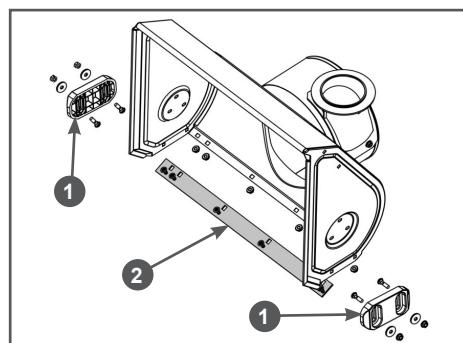

Рис. 32 Обслуживание кожуха шнеков
1. Открутите гайки крепления полозков 1 (Рис. 32) и снимите полозки с кожуха шнеков.
2. Установите новые полозки и закрепите их четырьмя болтами и гайками (Рис. 32). Перед окончательной затяжкой гаек отрегулируйте высоту збора снега.
Для наглядности на Рис. 32 кожух шнеков показан без шнеков, редуктора и валов.
1. Открутите гайки крепления и снимите нижнюю накладку 2 с кожуха шнеков (Рис. 32).
2. Установите новую нижнюю накладку и закрепите ее болтами и гайками (Рис. 32).